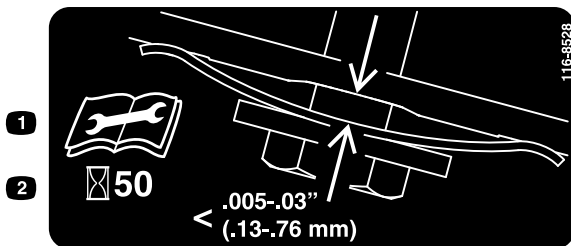

Bild 35
- Halten Sie eine Fühlerlehre mit einem Abstand von 0,13 mm bis 0,76 mm gegen die Wand und schieben sie nach unten hinter die Riemenspannungsfeder, siehe Bild 35.